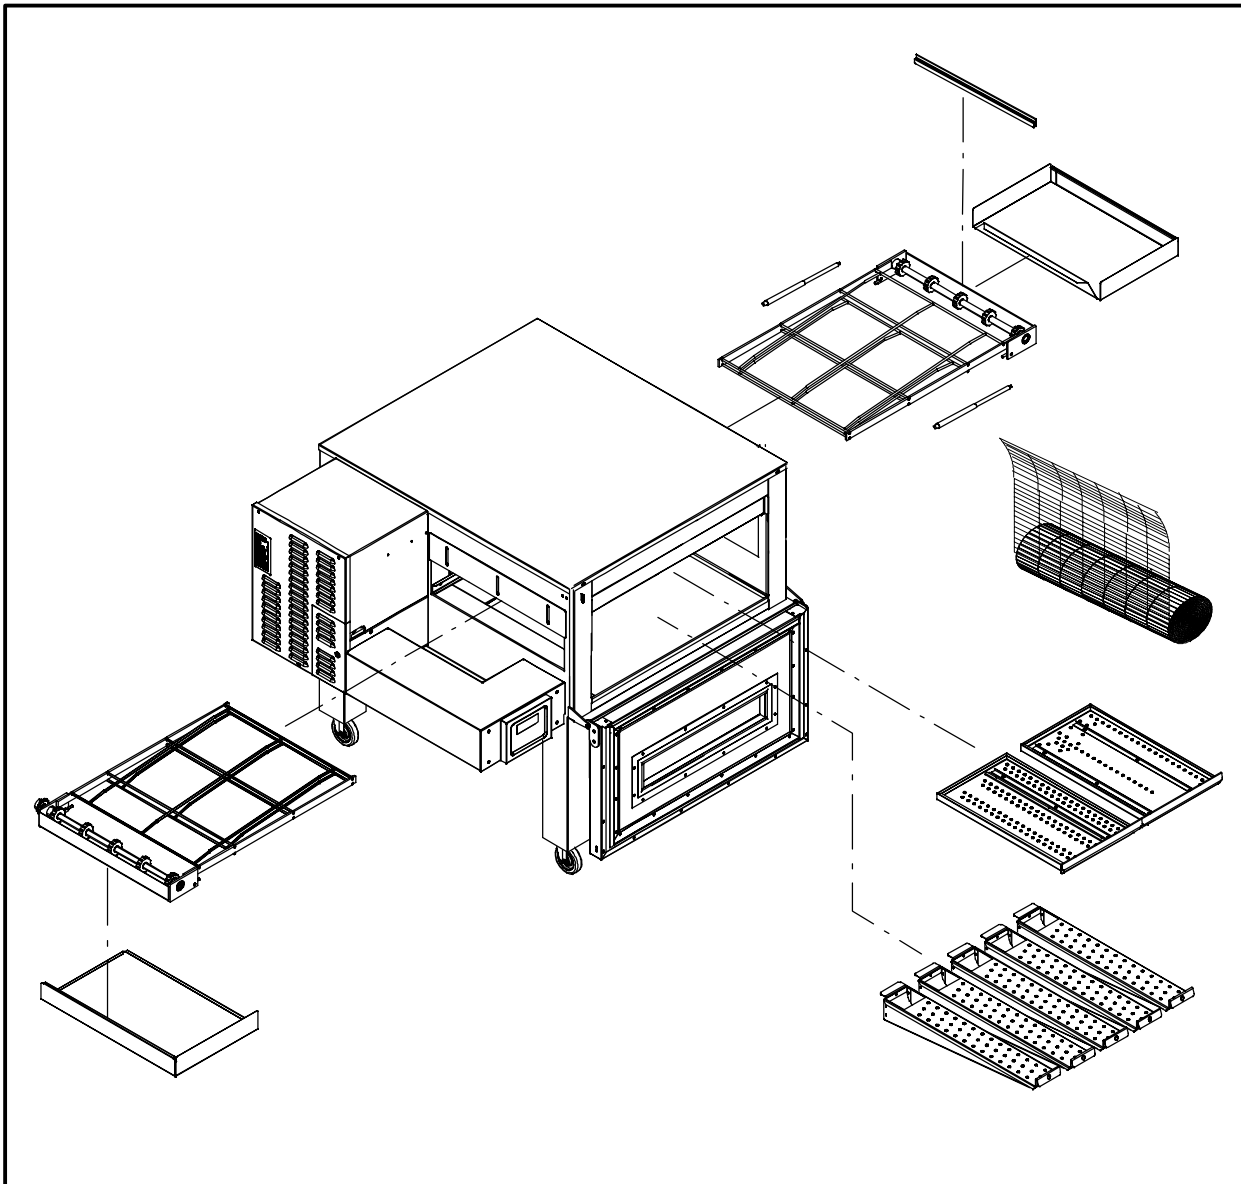

Figura 20
- c.) Far scorrere il nastro estraendolo da una estremità. Accertarsi di far scorrere il nastro come illustrato in Figura 20, altrimenti il nastro si ribalterà infilandolo.